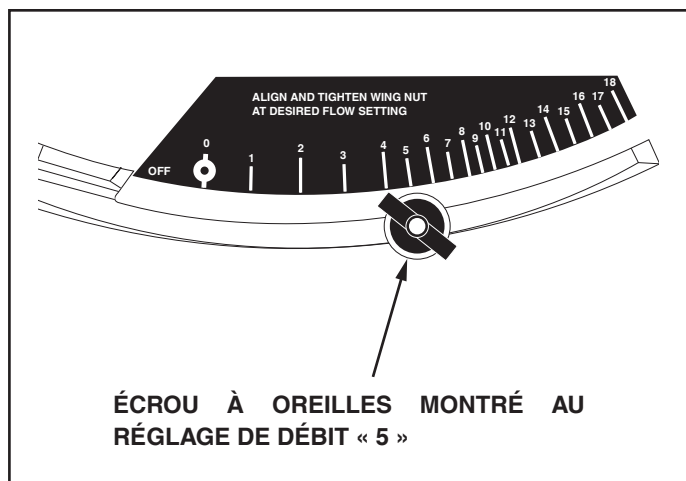

FIGURE 24
4. Desserrer l'écrou à oreilles en plastique et l'amener au réglage souhaité. Serrer l'écrou à nouveau. Voir la figure 24.